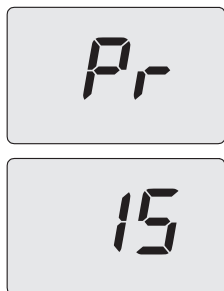

Рис. 5.28
- Пролистайте параметры, используя кнопку 13 или 14 до появления на ЖК-дисплее букв **Pr**, которые сменяются кодом **15**, обозначая вход в «параметр 15» (Рис. 5.28).